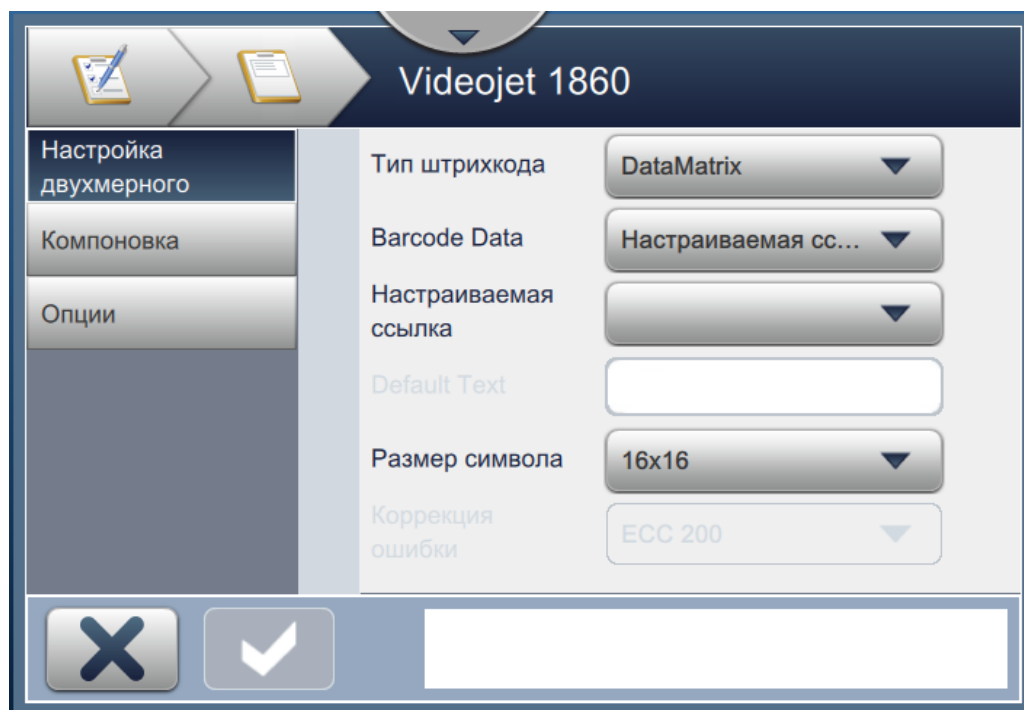

Рис. 6-11. Экран «Настройка двухмерного штрихкода»
- Экран «Настройка двухмерного штрихкода» позволяет пользователю выбрать настраиваемую ссылку, как показано на Рис. 6-11.